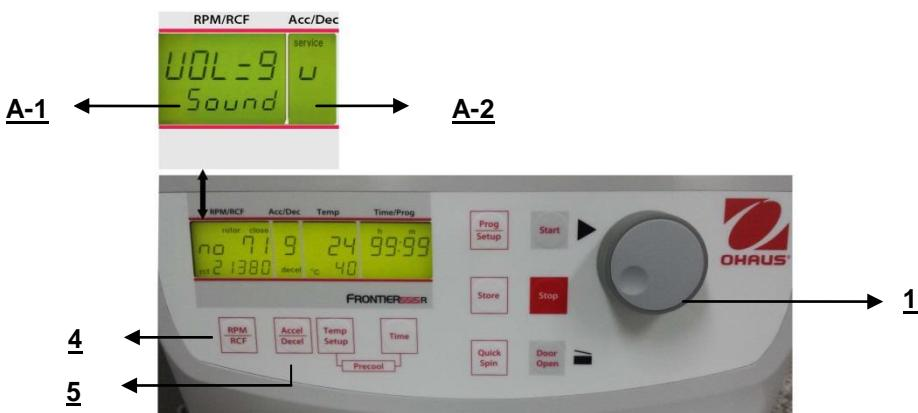

Figure. 34
Poursuivre conformément à la description du paragraphe 4.1.2 pour entrer dans ce mode de programme et appuyer ensuite sur la touche "Accel/Decel" (5). Sur l'affichage "Acc/Dec" (A-2), le mot "Service" clignote. Sélectionner maintenant la lettre "U" avec le bouton de réglage (1). Ceci entraîne l'apparition des mots "Vol=0-9/Sound" sur l'affichage "RPM | RCF" (A-1). Après avoir appuyé sur la touche "RPM | RCF" (4), l'utilisateur peut régler le volume désiré entre 0 (faible) et 9 (fort) avec le bouton de réglage (1) (voir la figure 34). Après avoir mémorisé les réglages (voir 4.1.2), vous pouvez revenir au mode de programmation normale en mettant hors tension la centrifugeuse pendant un court moment.